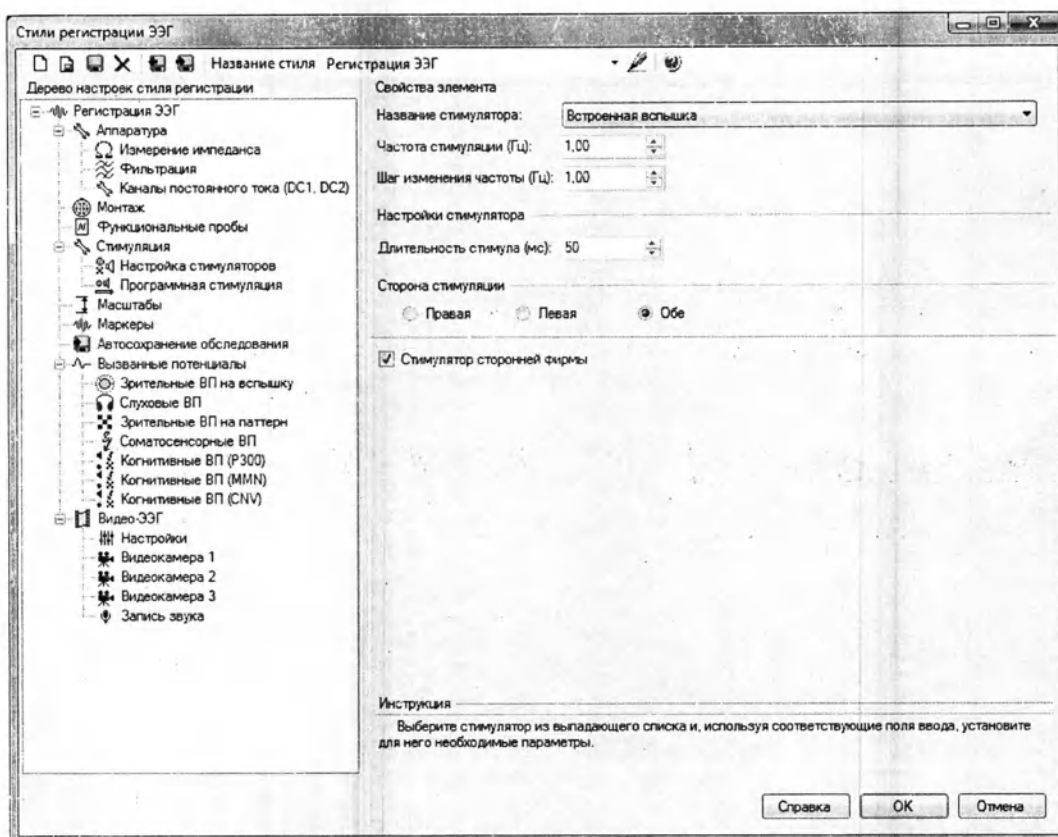

Рис. 20. Настройка запуска регистрации от внешнего стимулятора
3. Запустите программу «Нейрон-Спектр.NET», в настройках параметров стимуляции для стимулятора установите флажок «Стимулятор сторонней фирмы» (рис. 20).